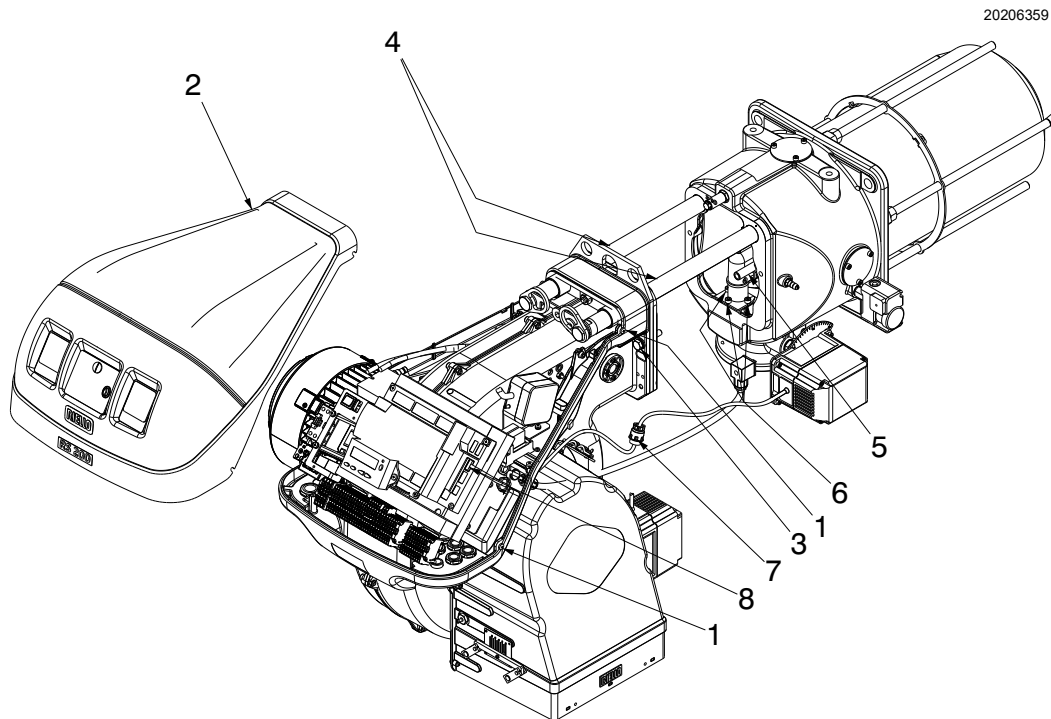

Abb. 42
Sicherstellen, dass die Gasaustritte für die Zündphase, die im Verteiler des Flammkopfs vorhanden sind, keine Verunreinigungen oder Rostablagerungen aufweisen. Im Zweifelsfall das Bogenstück (Abb. 42 auf Seite 56) ausbauen.
- Die 4 Schrauben 1)(Abb. 42) lockern, dann die Verkleidung 2) abnehmen.
- Fügen Sie die Schrauben 3)(Abb. 42) wieder ein und ziehen Sie die Fühler- und Elektrodenkabel dann vorsichtig nach außen, bis sie leicht gespannt sind.